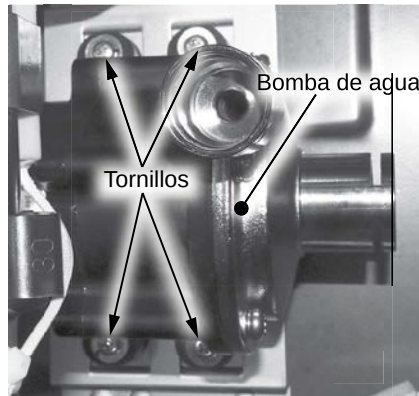

Figura 187 - Ubicaciones de los tornillos de la bomba de agua.
- 22** Ubique los cuatro (4) tornillos que fijan el conjunto de bomba de agua al soporte en la parte posterior del gabinete del calentador de agua. Use un destornillador Phillips de 12" para soltar los tornillos, de modo que ya no estén enganchados en las roscas del soporte. No retire los tornillos de las fundas de junta. Consulte la Figura 187.
15 Ubique los dos bloques calentadores conectados al tubo de entrada HEX, como se muestra en la Figura 187. Retire los soportes (tamaño 20) que fijan los bloques calentadores al tubo. Deje los soportes a un lado en un lugar seguro para volver a instalarlos. Tienda los bloques calentadores y el cableado en el interior del gabinete del calentador de agua para facilitar el retiro del tubo de entrada HEX.